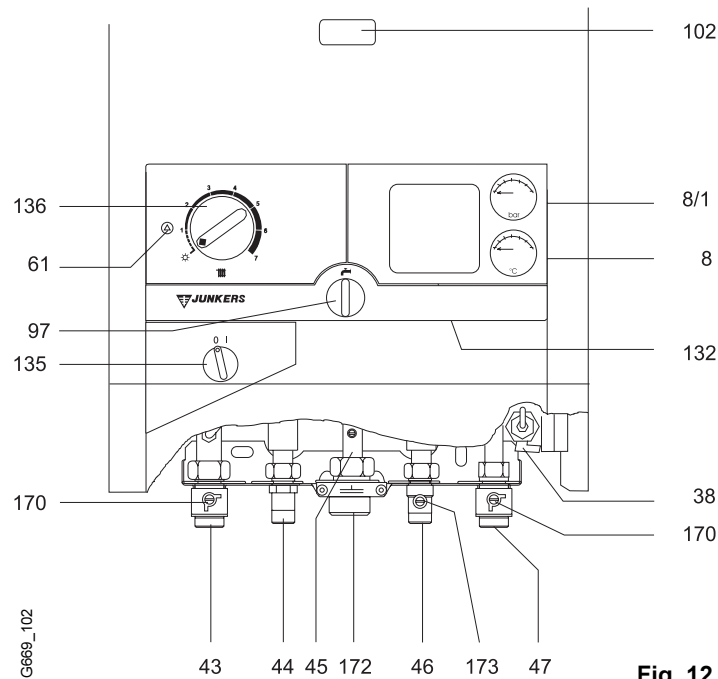

Fig. 12
Controlar el tiro de salida con un depresímetro. Comprobar si el selector de temperatura (pos. 136, fig. 12) desconecta el gas al quemador a la temperatura máxima ajustada.
Si ocurre alguna avería durante el funcionamiento de la caldera, el LED (pos. 61, fig. 2) parpadeará con una frecuencia según el código de avería. La caldera solo volverá a funcionar si el usuario presiona el botón de desbloqueo (pos. 61, fig. 12) y la causa de la avería ha sido eliminada.
Se informará al cliente el rellenado y purgado de la instalación, así como el control de la presión de agua en el manómetro (pos. 8/1, fig. 12) (Preparación para la puesta en marcha de la instalación, pag. 15).
Comprobar las llamas del quemador por el orificio de control (pos. 102, fig. 12).
Cerrar la llave de paso de agua fría (pos. 173, fig. 12).
##### Llaves de corte de calefacción (pos.170, fig. 12)
##### Llave de entrada agua fría (pos. 173, fig. 12)
#### Llenar la instalación hasta aprox. 1,5 bar, abriendo la llave de llenado (pos. 38, fig. 12).